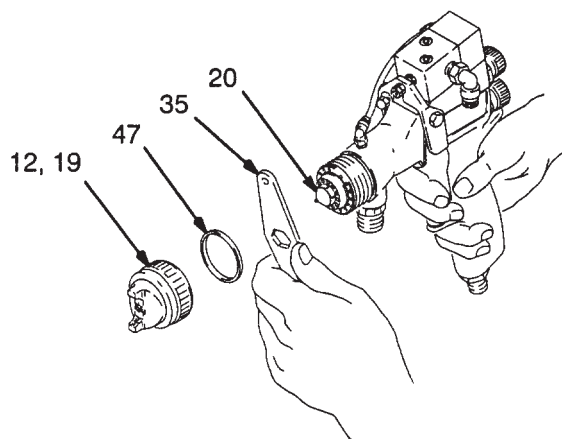

Fig. 1
2. Togliere l'anello di tenuta (12) del cappello d'aria, il cappello d'aria (19) e la tenuta (47) del cappello d'aria.
3. Azionare la pistola durante lo smontaggio dell'ugello del fluido (20) mediante la chiave (35) della pistola. Ved. Fig. 1.